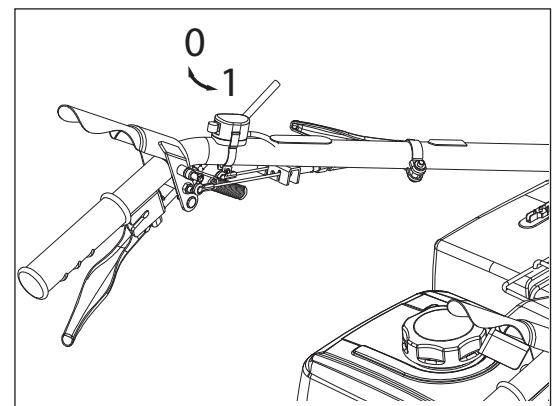

Bild 7
Schalten Sie zum Betrieb des Motors vor dem Start auf (1) (Bild 7). Zum Stoppen des Motors schalten Sie auf (0) .